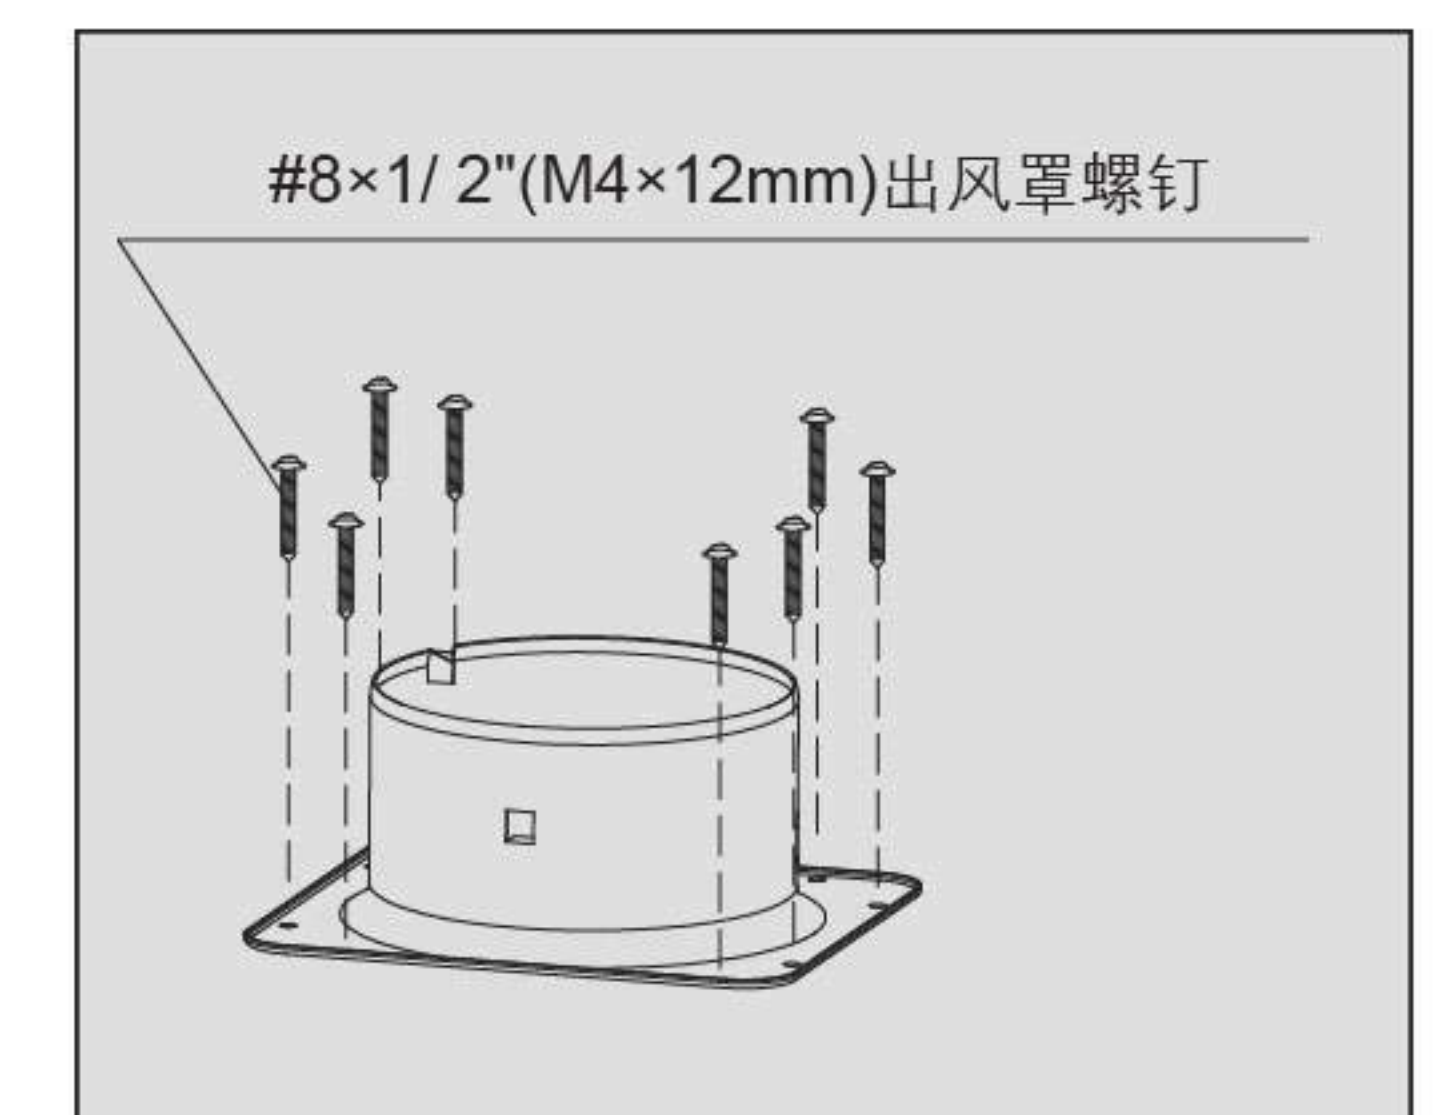

图3
3. 如图3所示，用8颗#8×1/2"(M4×12mm)出风罩螺钉将出风罩及密封圈固定在主机顶部上。
4. 将出风管固定在出风罩上，用铝箔胶带缠绕密封（如图3所示）。